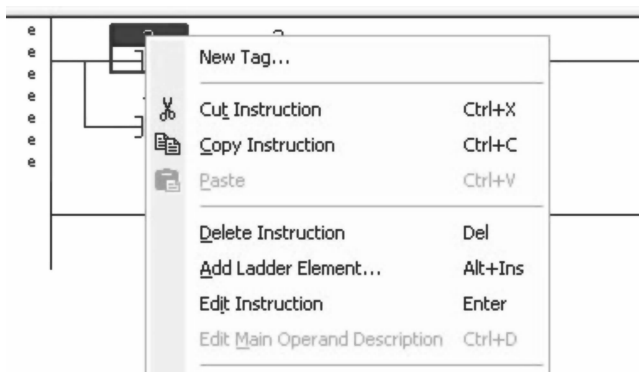

图 1-20 弹出的新建标签菜单
1. 首先将创建标签 Motor_Start。右键单击首个 XIC 指令的？并选择“新建标签”（New Tag），如图 1-20 所示。